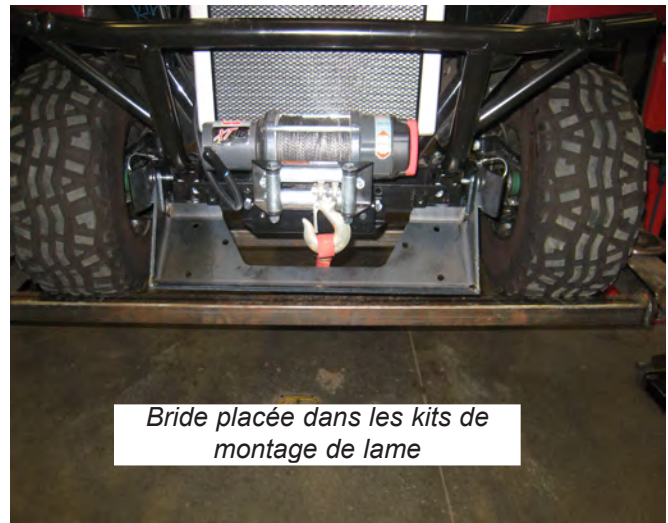

Figure 4
4. Insérez la bride de kit de montage de lame (A3) dans le kit de montage et installez les chevilles. La bride étant installée, ajustez les kits de montage de lame. Les kits de montage de lame doivent être alignés avec les oreilles de la bride. Lorsque les fixations du kit de montage de lame sont serrées, la bride doit pouvoir glisser facilement dans les kits de montage de lame. Voir figure 4.